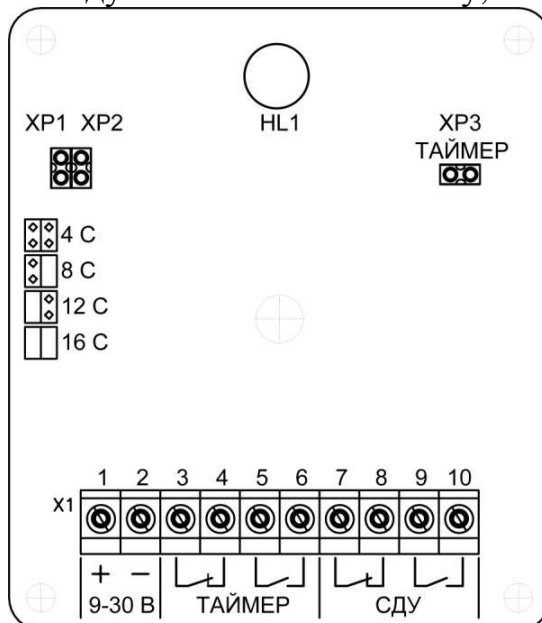

Рисунок 6 - Печатная плата модуля УУ с устройством задержки с расположением клемм и переключателей
- подключить УУ к внешним приборам (рисунок 6) к контактам 7-8 или 9-10 клеммника (в зависимости от проекта), при этом питание на плату подавать не нужно.
– подключить УУ к внешним приборам (рисунок 6) к контактам 3-4 или 5-6 клеммника (в зависимости от проекта);